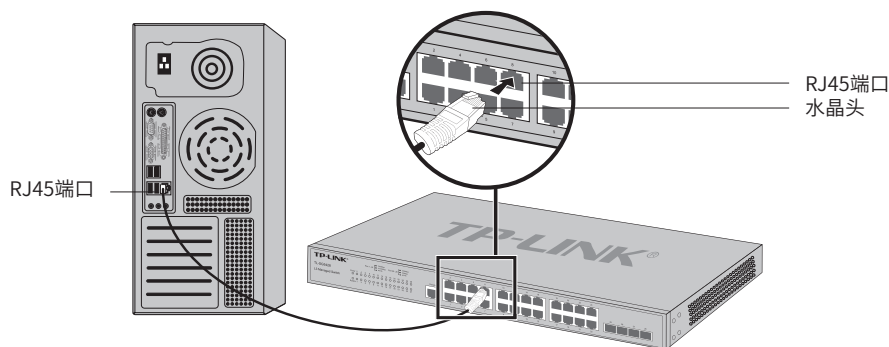

图3-1 RJ45端口连接示意图
1. 将网线一端连接到交换机，另一端连接到对端设备，如图3-1所示；